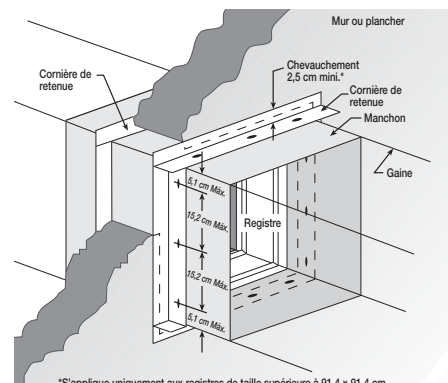

Figure 7 — Pose des cornières de retenue
- (1) Utiliser la seconde cornière de retenue de l'autre côté du mur ou plancher pour permettre la dilatation du registre/manchon durant les périodes de chaleur intense. La fixer au manchon par la méthode décrite à l'étape 5a. **NE PAS ATTACHER LES CORNIÈRES DE RETENUE AU MUR/PLANCHER.** Prévoir un chevauchement du mur ou plancher de 2,5 cm (1 po) minimum, y compris dans les coins. Voir la Figure 7.